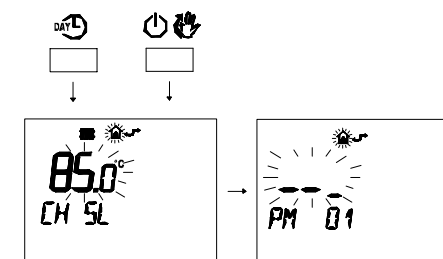

Figura 8.5
- Premere contemporaneamente i pulsanti e per entrare nella programmazione trasparente (Figura 8.5).